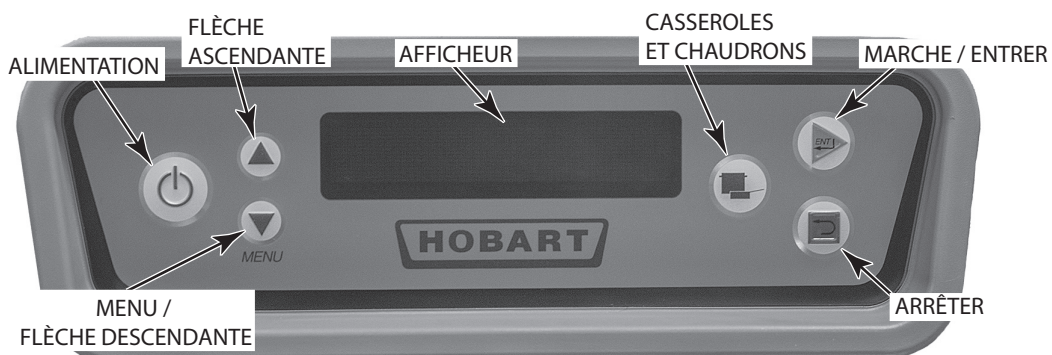

Fig. 30
Le poste de commande est monté sur le dessus de l'appareil. Le clavier et l'afficheur sont situés à l'avant du poste de commande (Fig. 30).
Fermer toutes les portes. Pour démarrer le remplissage quand l'appareil est prêt, appuyer sur la touche ALIMENTATION [POWER] (Fig. 30).
5. Appuyer sur la touche ALIMENTATION [POWER] (Fig. 30). Le lave-vaisselle se remplit automatiquement (voir Remplissage du lave-vaisselle ci-haut). Une fois la cuve remplie, le brûleur s'allume si le chauffage est requis. Le système d'allumage prévoit une période de pré-purge de 15 secondes avant d'effectuer l'allumage.
6. Si l'appareil ne fonctionne pas, appuyer sur la touche ALIMENTATION [POWER] (Fig. 30) et fermer le robinet du gaz. Communiquer avec le Service de l'entretien Hobart le plus près ou avec le fournisseur de gaz.
Lorsque le lave-vaisselle est rempli, faire démarrer les pompes en appuyant sur la touche MARCHE/SAISIR [START/ENTER] (Fig. 30) ou en insérant un panier dans l'appareil.
Le dispositif d'arrêt momentané du convoyeur (standard) permet à l'utilisateur d'immobiliser le convoyeur de manière à laver plus longtemps la vaisselle encrassée. Appuyer sur la FLÈCHE DESCENDANTE située sur le clavier (Fig. 30) jusqu'à ce que le symbole < apparaisse à gauche du dispositif d'arrêt momentané du convoyeur. Lorsque le panier à vaisselle atteint la zone de lavage, appuyer sur la touche MARCHE/ENTRER située sur le clavier (Fig. 30) pour arrêter le convoyeur momentanément. Pour redémarrer le convoyeur, appuyer sur la touche MARCHE/ENTRER située sur le clavier (Fig. 30).
Un mécanisme contre les surcharges permet l'arrêt du moteur du convoyeur en cas de blocage des paniers ou de charges excessives et l'afficheur indique 'Dégager le convoyeur'. Ouvrir les portes et dégager le blocage puis refermer les portes et appuyer sur la touche MARCHE / SAISIR pour remettre l'appareil en marche (Fig. 30).
Quand le lave-vaisselle fonctionne, toutes les températures apparaissent sur l'afficheur (Fig. 30). L'afficheur indique - - - pour la température de rinçage jusqu'à ce qu'un panier soit dans la zone de rinçage; alors la température de rinçage est affichée. Une fois la vaisselle sortie de la zone de rinçage, l'affichage de la température de rinçage final revient à - - -.
La fonction Mode casseroles et chaudrons, standard sur tous les modèles CLeN, permet à l'utilisateur de laver les casseroles et chaudrons encrassés en indexant les paniers au moyen des deux zones de lavage préréglées à une durée précise. Les temps de lavage peuvent être ajustés dans le menu Paramètres, voir page 36. Appuyer sur la touche CASSEROLES ET CHAUDRONS située sur le clavier (Fig. 30) afin d'activer ce mode. Insérer le panier dans le lave-vaisselle. Chaque casier sera indexé deux fois à travers la zone de lavage en fonction de l'heure prédéfinie. L'appareil reviendra au fonctionnement normal si l'utilisateur appuie sur la touche CASSEROLES ET CHAUDRONS ou sur la touche ARRÊT, ou si le temps du programme automatique est écoulé.
Conçue pour économiser l'électricité, la minuterie entame un compte à rebours si aucun panier n'est introduit dans le lave-vaisselle, qui, une fois terminé, entraîne l'arrêt des moteurs des pompes et du convoyeur. Le chauffage se poursuit dans les cuves et les températures sont affichées à l'écran. Pour reprendre le fonctionnement normal du lave-vaisselle, y insérer un panier ou appuyer sur la touche MARCHE / SAISIR (Fig. 30).
1. Appuyer sur la touche ALIMENTATION (Fig. 30) pour éteindre le lave-vaisselle.